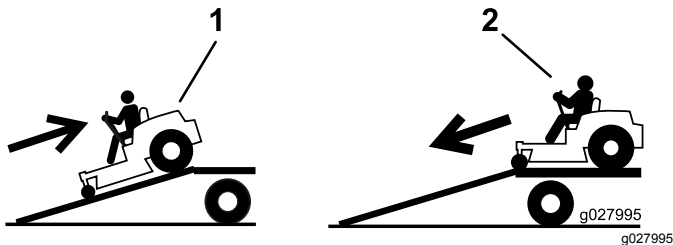

Figura 39
4. Suba la máquina por la rampa en marcha atrás (Figura 39).
2. Baje la máquina por la rampa conduciendo hacia adelante (Figura 39).